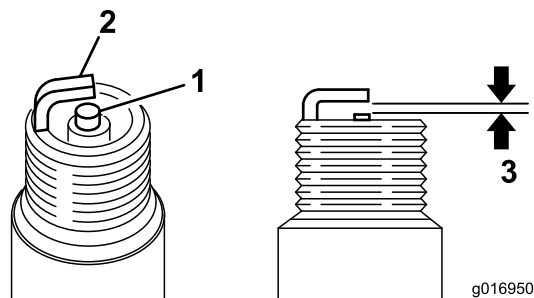

Figure 35
3. Réglez l'écartement des électrodes entre 0,6 et 0,7 mm (Figure 35).